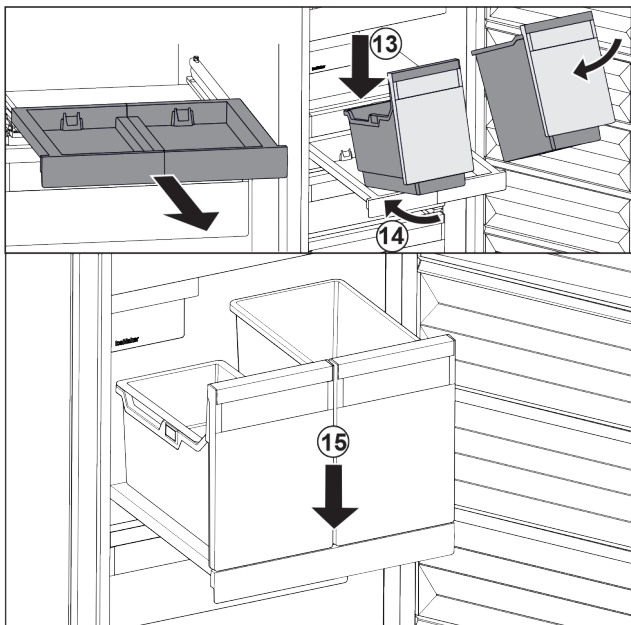

Fig. 106
- Applicare i contenitori in modo inclinato sul ripiano estraibile. *Fig. 106 (13)*
- Inserire il contenitore in modo inclinato verso la parte posteriore. *Fig. 106 (14)*
- Abbassare il contenitore nella parte anteriore. *Fig. 106 (15)*